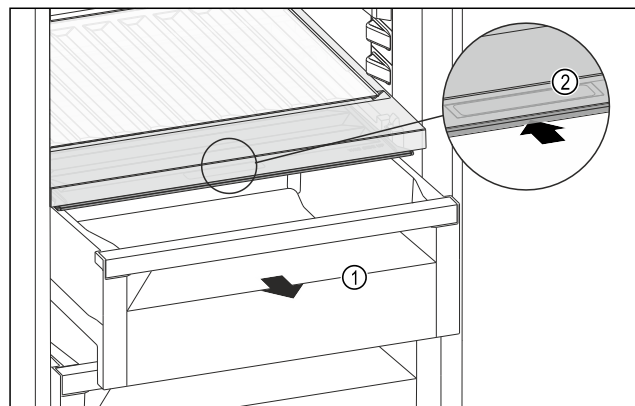

Fig. 108
- ▶ Извлеките выдвижной ящик Fig. 108 (1).
- ▶ Возьмитесь за утопленную ручку *Fig. 108 (2)* на крышке отделения и одновременно введите крышку отделения назад.